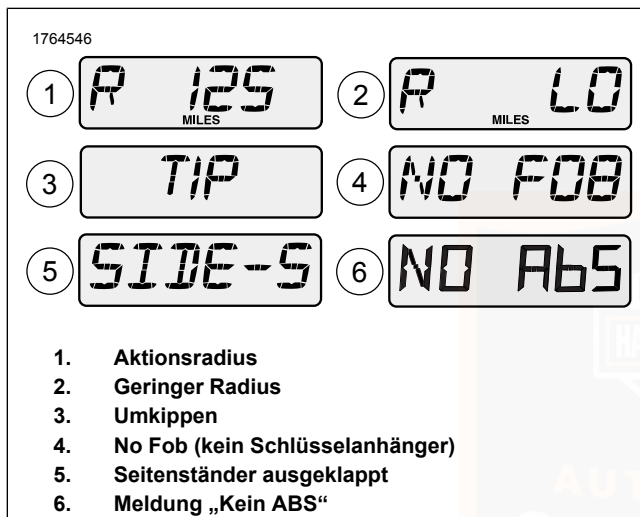

Abbildung 34. Anzeigen im Kilometeranzeigefenster
Siehe Abbildung 34. Die Aktionsradiusanzeige (1) zeigt die ungefähre Kilometerstrecke an, die mit dem derzeitigen Tankinhalt noch gefahren werden kann.
Siehe Abbildung 34. Wenn die verbleibende Reichweite auf ca. 10 km oder 10 Meilen geschrumpft ist, erscheint als Aktionsradiusanzeige „R LO“ (geringe Reichweite) (2), um
Siehe Abbildung 34. Sollte das Motorrad umkippen, wird in der Displayanzeige „TIP“ (3; „umgekippt“) eingeblendet. Der Motor kann erst nach dem Zurücksetzen wieder gestartet werden.
Siehe Abbildung 34. Wenn das Motorrad weggefahren wird, ohne den Schlüsselanhänger mitzunehmen, erscheint auf der Kilometeranzeige vorübergehend „NO FOB“ (4) (kein Schlüsselanhänger).
Siehe Abbildung 34. Bei internationalen Modellen (HDI) wird die Meldung „SIDE-STAND“ (5) eingeblendet, wenn bei ausgeklapptem Ständer ein Gang eingelegt wird. Siehe Vor der Fahrt > Betätigen des Ständers (Seite 57) .
Siehe Abbildung 34. Wenn das Motorrad mit einem Bremssystem ohne ABS ausgestattet ist, wird während des Instrumententests nach dem Einschalten der Zündung im Fenster des Kilometerzählers die Meldung „NO ABS“ (Kein ABS) angezeigt. Siehe Funktionsweise > Bremsanlage (Seite 113) .